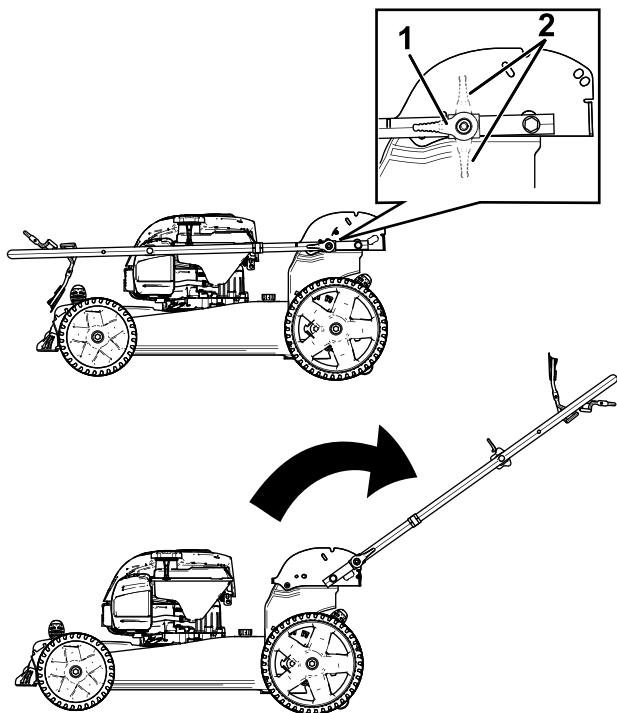

Figura 3
- Mueva el manillar hacia atrás a la posición de operación (Figura 3).